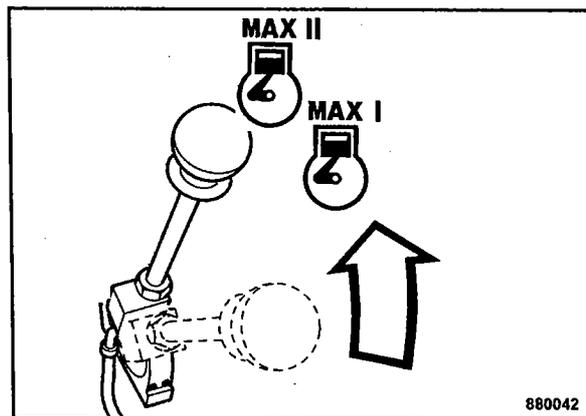

Fig. 57
- Colocar la palanca reguladora de revoluciones (Fig. 57) en posición de plena carga, motor Max I ó motor Max II.